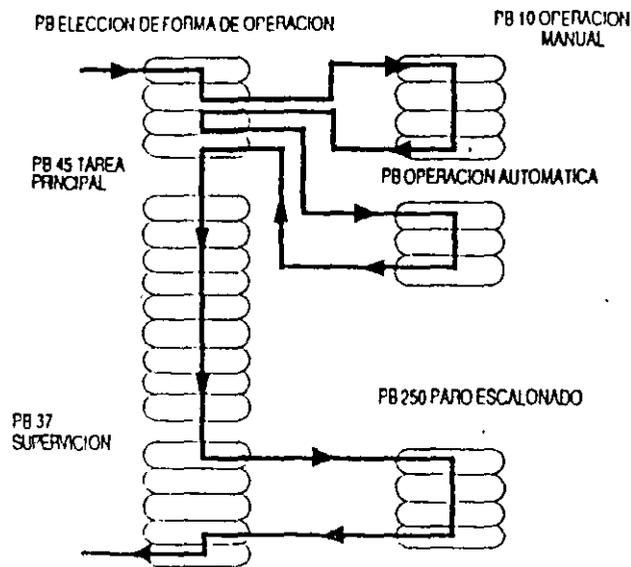

FIG. 69 Bloques de Programa
**Bloque de Programa (PB).** Para implementar el programa de aplicación que resuelve la tarea de automatización específica. Un programa de aplicación puede estar formado de uno o mas Bloques de Programa. La división del programa de aplicación en Bloques de Programa se hace siguiendo criterios de división funcional y/o tecnológica de la tarea de automatización. Ver fig. 69